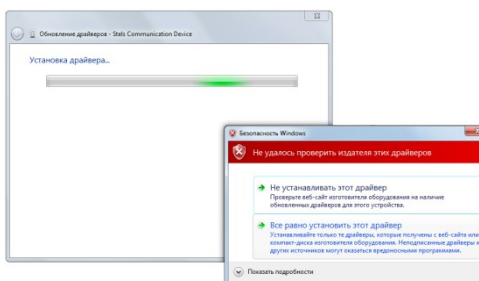

Рис. 5.6. Предупреждение операционной системы
6. Начнется процесс установки драйвера. Когда появится предупреждение операционной системы о том, что проверить издателя драйвера не удалось, щелкните левой кнопкой мыши по надписи *Все равно установить этот драйвер* (рис. 5.6).